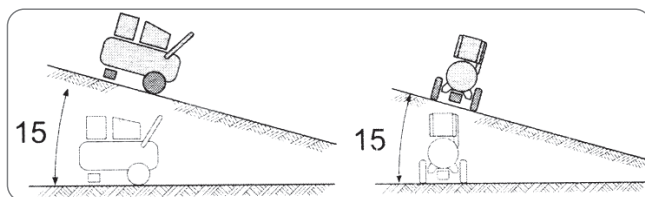

FIGURA 7.9
- Afim de evitar danos ao compressor, opere-o somente sobre uma base nivelada ou como recomendado no máximo em 15° (Figura 7.9). Se o compressor operar em plano inclinado (máximo 15°) as rodas devem ser calçadas para evitar rolamento indesejado.